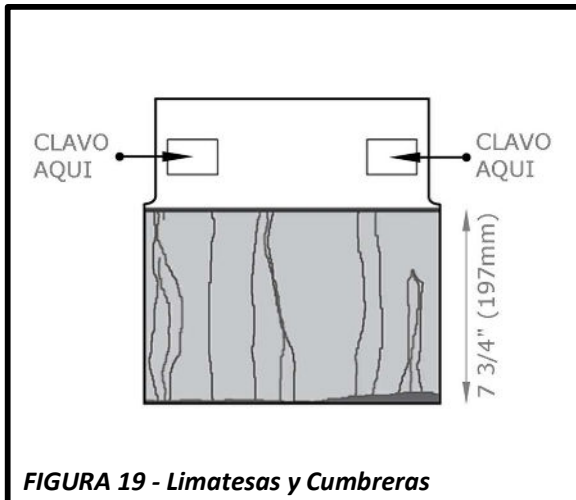

FIGURA 19 - Limatesas y Cumbreras
- Fijelas usando dos sujetadores de **1 3/4" (44mm)**. Clavos deben penetrar la plataforma de techo por lo menos **3/4" (19mm)** o **1/8" (3,2 mm)** a través de la plataforma de techo. Instáelas a **1" (25 mm)** de la orilla de la teja en zona indicada como mostrado en la **Figura 19**.